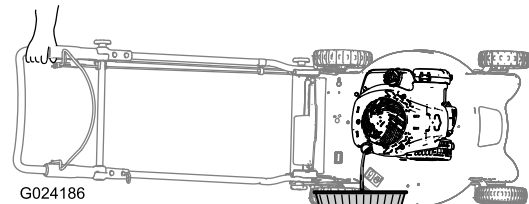

Figura 16
3. Inclinate il tosaerba sul fianco, con l'asta di livello in basso, per vuotare l'olio usato attraverso il tubo di riempimento (Figura 16).